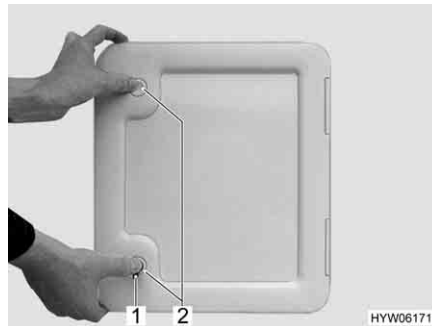

Fig. 36 Sportello per la cassetta della toilette
- Inserire la chiave nel cilindro della serratura a pressione (Fig. 36,1) e ruotare di un quarto di giro.
- Premere contemporaneamente con i pollici entrambe le serrature a pressione (Fig. 36,2) e aprire lo sportello della cassetta della toilette.
- Inserire la chiave nel cilindro della serratura (Fig. 36,1) e ruotare di un quarto di giro.